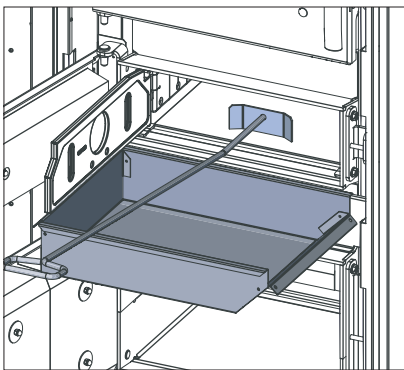
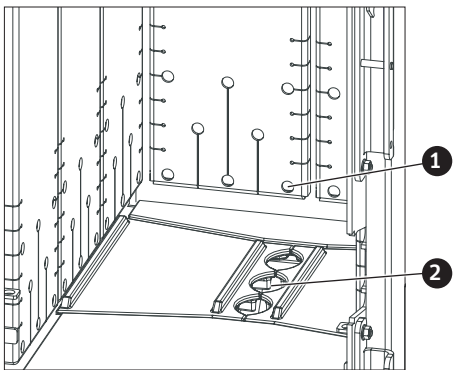

Fig. 19 Accrocher le tiroir à cendres, vider les cendres
Fig. 20 Foyer, trous des tôles suspendues, ouverture de combustion
- ▶ **Accrocher le tiroir à cendres** au niveau de la porte d'allumage (porte du milieu) dans l'habillage – Fig. 19.
- ▶ Ouvrir la porte d'allumage et la grille verticale et répartir **uniformément** les **cendres restantes** dans le foyer – Fig. 19. Vérifier que **les trous** dans les parois latérales suspendues **et l'ouverture de combustion** (Fig. 20) pour s'assurer qu'ils ne sont **pas bouchés**.